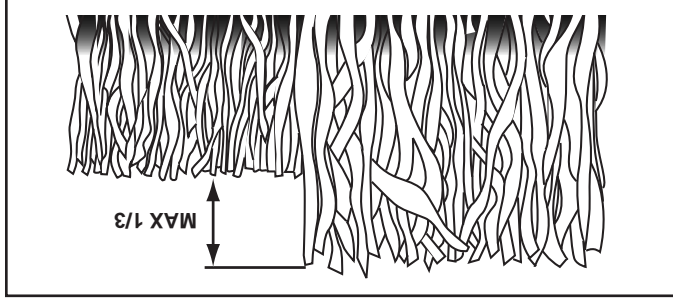

FIG. 13
- Pour les meilleurs résultats, ajustez la hauteur de coupe de la tondeuse afin que la tondeuse coupe seulement le tiers du haut de l'herbe (Voir Fig. 13). Au cas où l'herbe est très haute, il sera nécessaire d'élever la hauteur de coupe pour réduire les efforts de propulsion, pour éviter de surchauffer le moteur et pour éviter l'agglomération et l'abandon de masses de l'herbe coupée. Pour les conditions de broyer de l'herbe très difficiles, réduisez la largeur de coupe en imbriquant l'allée auparavant coupée et tondez lentement.